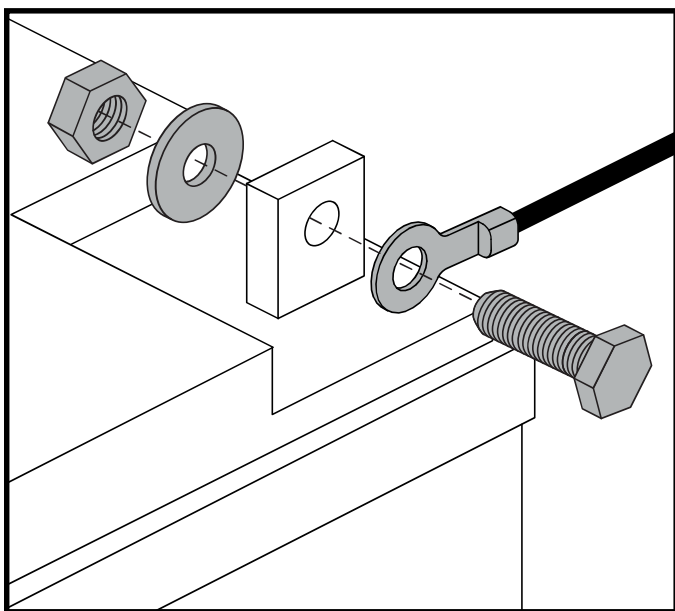

Figura 17. Bulloneria terminale batteria - Configurazione 1
4. Scollegare i cavi delle batterie dai terminali portando indietro gli involucri dei terminali e svitando il dado dal bullone. **Vedere figura 17 e 18.**